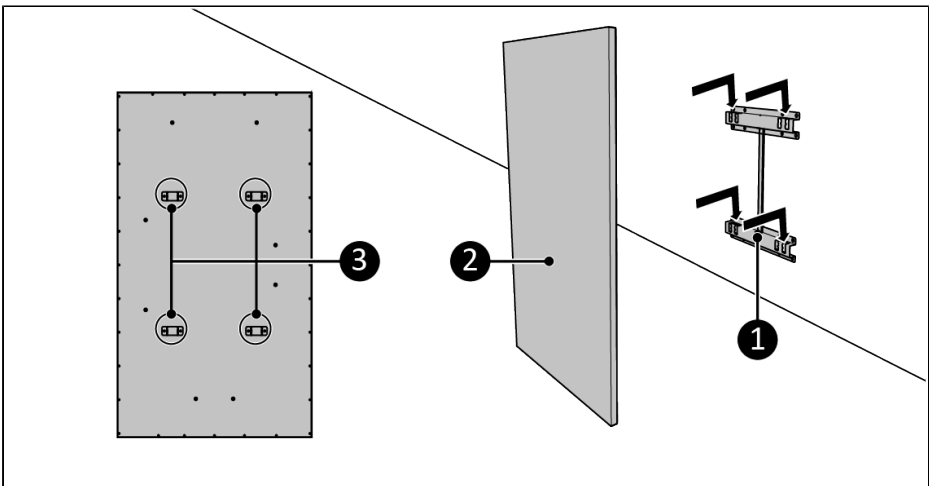

Abbildung 59.
5. Platzieren Sie die Gerätehalterungen (Abbildung 59, Pos. 3) über der Wandhalterung (Abbildung 59, Pos. 1).
6. Schieben Sie das Gerät (Abbildung 59, Pos. 2) in die Öffnungen der Wandhalterung (Abbildung 59, Pos. 1).